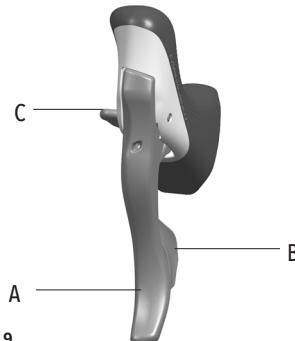

Abb.9
- Der Fingerhebel B (Abb. 9) am linken Schalthebel wirkt auf den Umwerfer und lässt die Kette auf das nächstgrößere Kettenrad steigen.
- Die Betätigung des Hebels B (Abb. 9) kann mit 1, 2 oder 3 Kicks erfolgen, je nachdem, wo sich der Umwerferkäfig befindet, wenn man auf dem kleineren Kettenrad ist.
- Der Fingerhebel C (Abb. 9) wirkt auf den Umwerfer und lässt diesen die Kette auf das nächstkleinere Kettenrad absteigen.
- Nachdem die Kette auf das kleinere Kettenrad abgestiegen ist, kann man die Fingerhebel B oder C (Abb. 9) am linken Schalthebel um 1 Kick verstetllen, um die beste Zentrierung zwischen Kette und Umwerferkäfig zu erhalten.